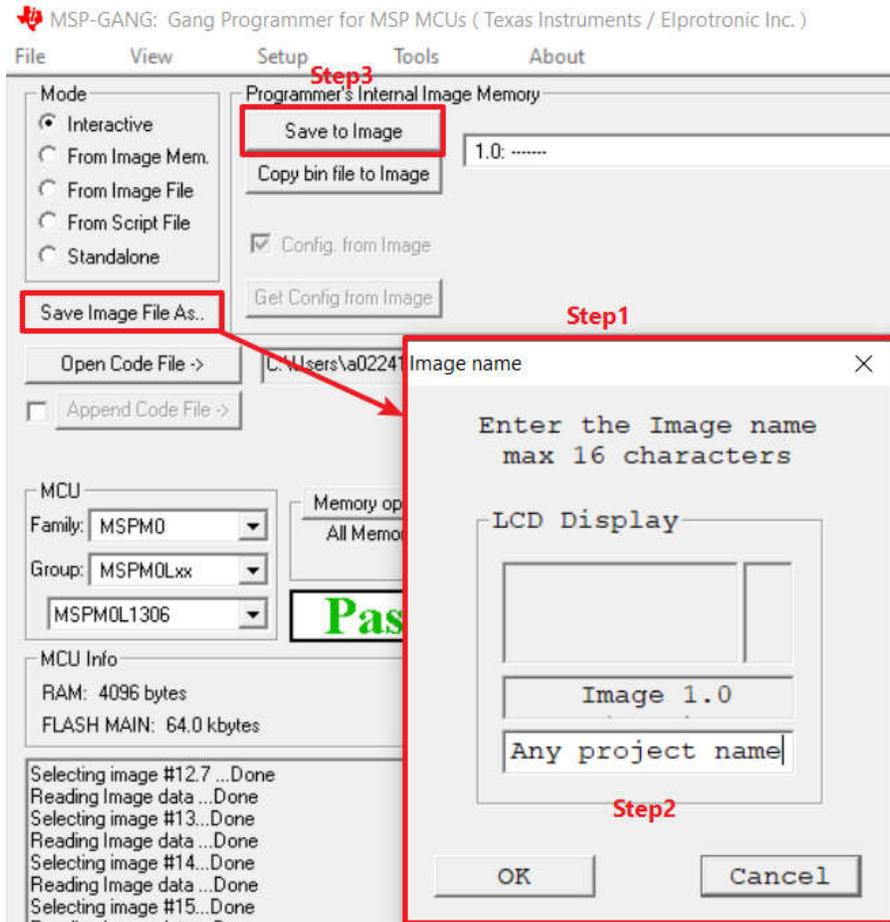

图 8-21. 生成并保存映像
4. 将代码文件和设置保存到 MSP-GANG。为此映像指定一个工程名称。然后点击 **Save to Image**，如图 8-21 所示。